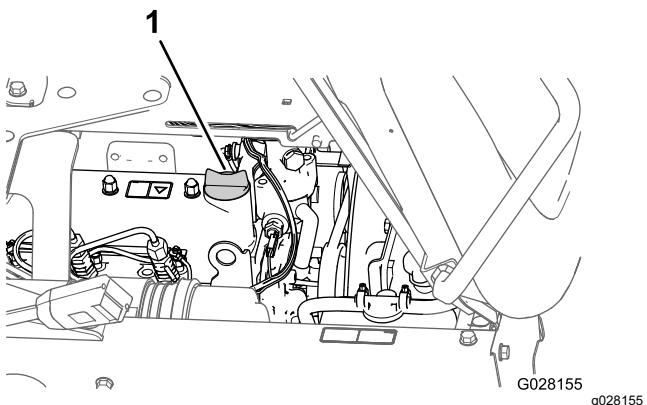

Рисунок 74
- Если уровень масла низкий, снимите крышку заливной горловины с крышки клапана и залейте масло в заливную горловину до уровня отметки «Полный» на масломерном щупе (Рисунок 74).